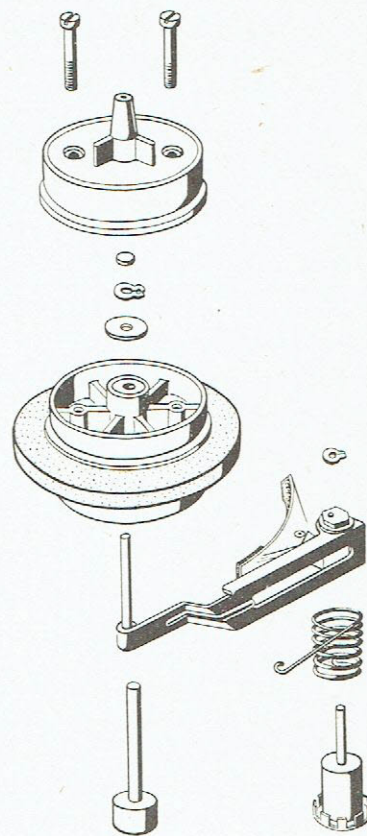

Fig. 16 Vue éclatée des plateaux d'entraînement et des freins
1. Plateaux d'entraînement (fig. 16)